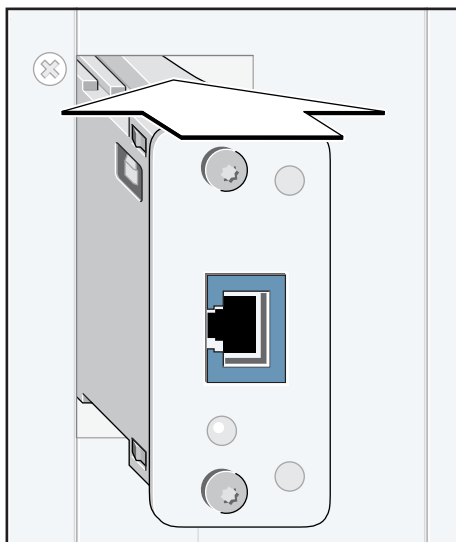

Fig. 2 : Exemple : enficher le module d'interface
2. Enfichez le module d'interface IMenip jusqu'en butée dans le logement de carte prévu à cet effet au niveau des composants système (exemple à la Fig. 2).